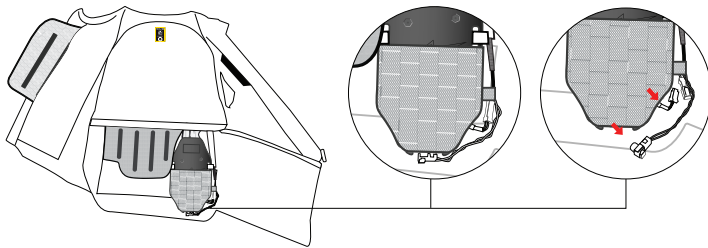

Abbildung 12
2. Greifen Sie auf das Inflatorgehäuse (4) zu und entfernen das Kabel, das dieses mit der Batterie verbindet, sowie den Zündkapselstecker vom Inflatator (Bild 12).